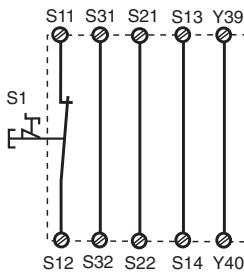

Fig. 2: Circuito de entrada monocanal, automático. rearme/Circuito di entrata monocanale, start automat./Eenkanalig ingangscircuit, automatische start
En las fig. 2... a fig. 10 se presentan ejemplos de conexión posibles; paro de emergencia. Los cortocircuitos a través del paro de emergencia también son detectados.
- Fig. 2 y 7: S33-S34 **no** conectado
In fig. 2 ... 10 worden aansluitvoorbeelden gegeven van noodstopschakelingen met automatische en bewaakte start, hekbewakingen en contactvermeerdering d.m.v. externe magneetschakelaars.
- Fig. 2 en 7: **geen** verbinding S33-S34